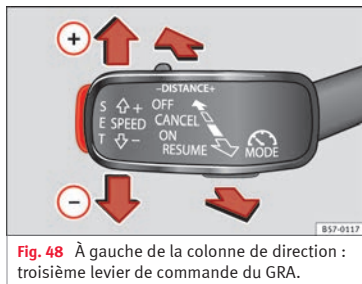

Fig. 48 À gauche de la colonne de direction : troisième levier de commande du GRA.
- Connecter le GRA : placez le troisième levier sur ON » fig. 48. Le système se met en »
- Activer le GRA : appuyez sur le bouton **SET** » » **fig. 48**. La vitesse est mémorisée et maintenue.
- Déconnecter le GRA temporairement : déplacez le levier en position **CANCEL** » » **fig. 48** et relâchez ou appuyez sur la pédale de frein. Le réglage est désactivé temporairement.
- Reconnecter le GRA : déplacez le levier en position **RESUME** » » **fig. 48** puis relâchez-le. La vitesse mémorisée sera de nouveau enregistrée et réglée.
- Déconnexion du GRA: déplacez le troisième levier sur la position **OFF** » » **fig. 48**. La vitesse mémorisée est effacée et le système est déconnecté.